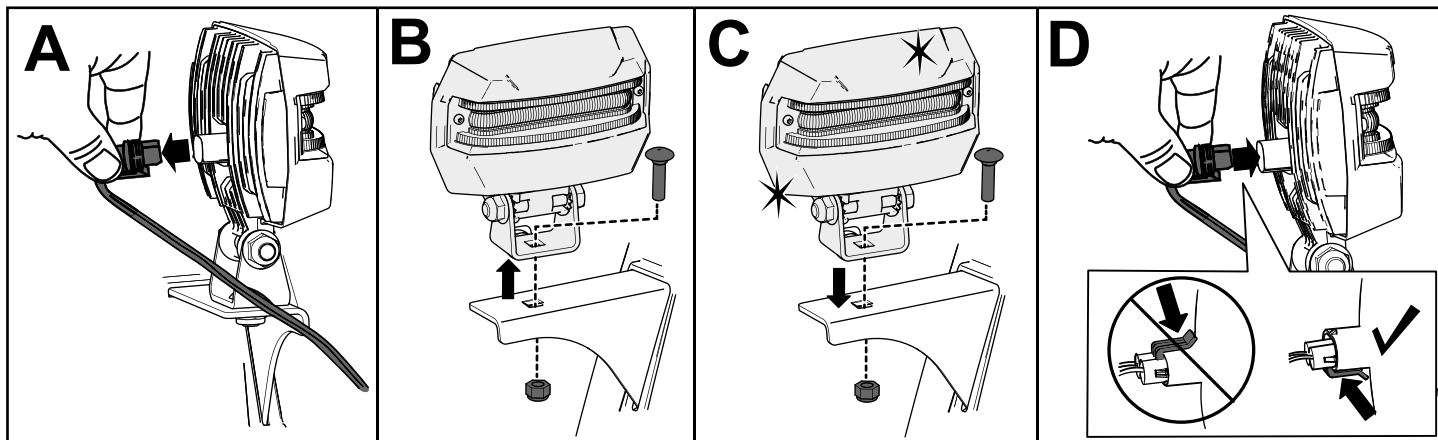

Figura 46
1. Detașai cablul de pe partea din spate a farului (A din Figura 46).
2. Scoateți urubul și piulia care fixează farul pe suportul acestuia și îndepărtați farul vechi (B din Figura 46).
3. Fixați farul nou pe suport cu urubul și piulia pe care le-ați demontat la pasul anterior (C din Figura 46).
4. Introduceți cablul în spatele farului până când se fixează în poziție (D din Figura 46).